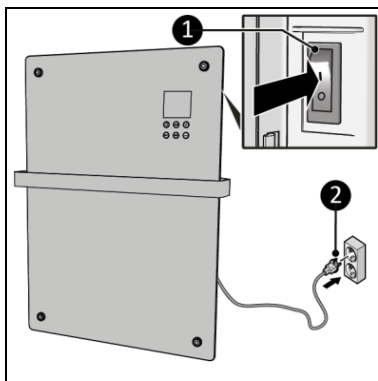

Figure 14
2. Assurez-vous que le commutateur ON/OFF est en position OFF (figure 14, pos. 1).
3. Insérez la fiche d'alimentation (figure 14, pos. 2) dans une prise murale reliée à la terre et facilement accessible. Utilisez une prise murale mise à la terre d'une puissance minimale de 1200 watts.